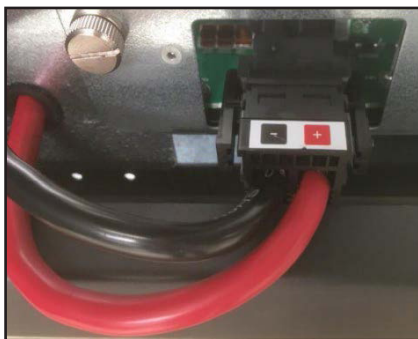
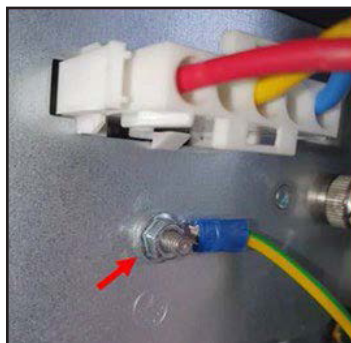

Figura 36 Cable de energía de salida de CC reconectado
Figura 37 Cable de tierra y cable de energía de entrada de CA reconectados
9.1.8. Vuelva a conectar el cable de salida de CC (Figura 36) y el cable de energía de entrada de CA (Figura 37) que se desconectaron en el paso 9.1.2.
9.1.9. Vuelva a conectar el cable de tierra que desconectó en el paso 9.1.3 con una tuerca con brida M4 y apriételo hasta lograr un par de apriete de 18.5 pulg.-lb (2 Nm) (figura 37).